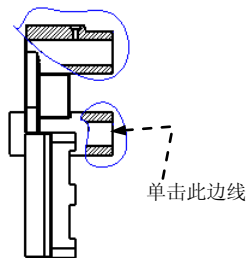

图 11.2.9 操作过程（二）
(2) 再次单击 **+** 按钮，在 **名称** 下拉列表选取剖截面 **C**，在 **剖切区域** 下拉列表中选择 **局部** 选项；单击图 11.2.9 所示的边线，绘制图中所示的局部区域的边界，然后单击 **确定** 按钮。